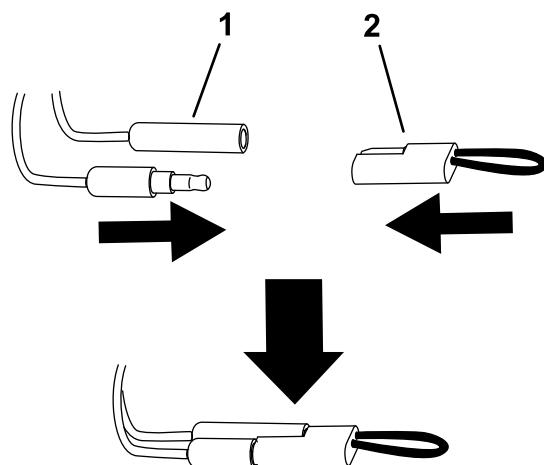

Figura 12
5. Desligue os conectores de calibração e instale o tampão nos conectores (Figura 12).